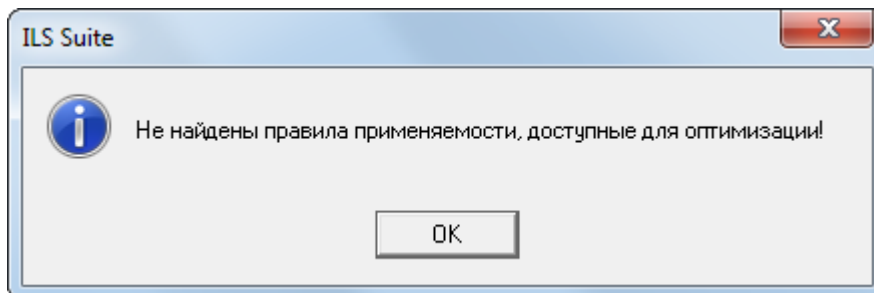

Рис. 10-240 – Информационное сообщение
- 2) В открывшемся диалоговом окне выводится число найденных связей, присутствующих во всех экземплярах (рис. 10-240).